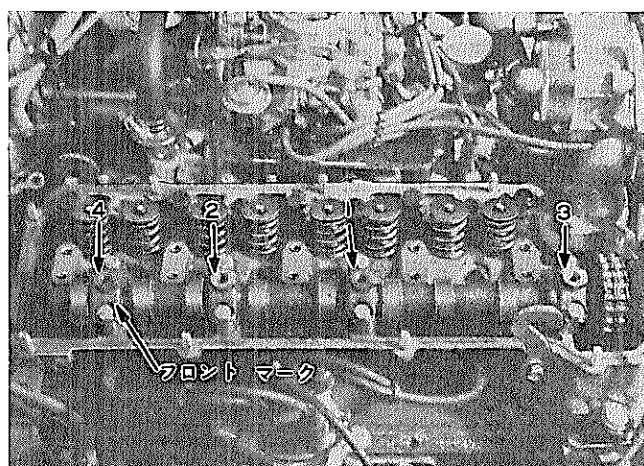

図4-3-13 カムシャフト ベアリング キャップ締め付け順序 H0361
- 2 取り付けボルトは図4-3-13の順序にしたがって平均に少しずつ締め付ける。